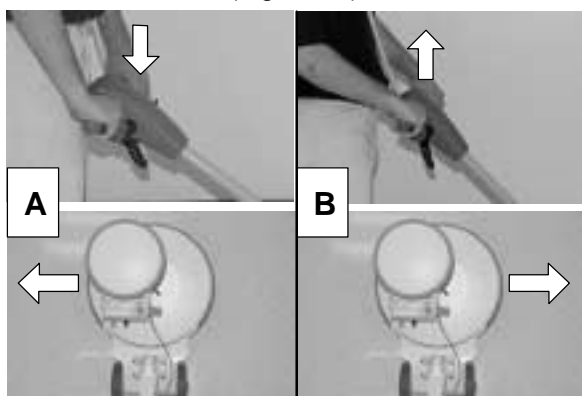

FIG. 13
6. Pour déplacer la machine vers la gauche (A), abaissez légèrement la poignée. Pour déplacer la machine vers la droite (B), soulevez légèrement la poignée. Manipulez la machine avec un mouvement latéral (Figure 13).